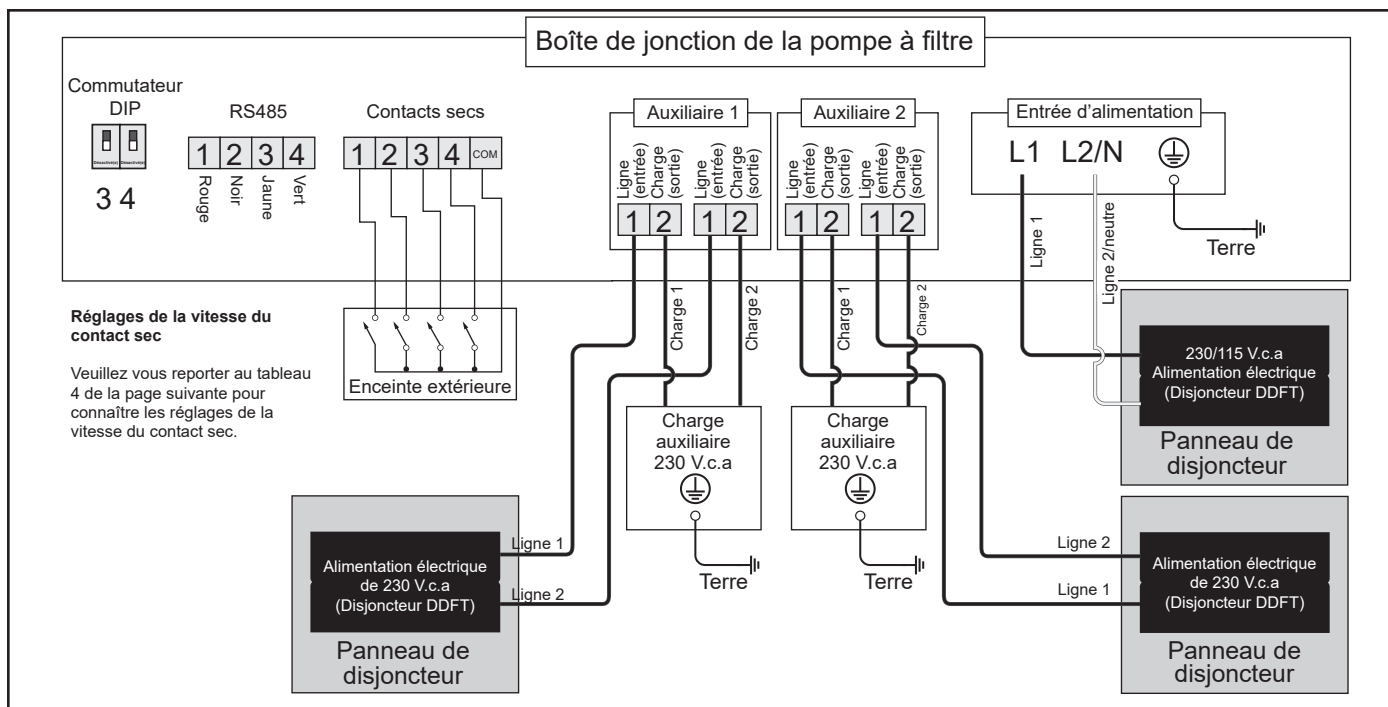

Figure 12. Schéma de câblage du relais auxiliaire de 230 V\*
**REMARQUE :** L'alimentation électrique seule ne suffit pas pour faire fonctionner la pompe. Elle nécessite une commande numérique qui lui est envoyée par un contrôleur de vitesse variable (SpeedSet, JEP-R ou iQPUMP01), un système d'automatisation ou l'utilisation des contacts secs (se reporter aux figures 8-9 pour les illustrations de schéma RS485 d'un contrôleur local ou d'un système d'automatisation. Se reporter à la Figure 12 et 13 pour les illustrations de câblage à contacts secs).
Lorsqu'un contrôleur Zodiac est connecté via RS-485, toutes les commandes de contact sec seront ignorées. Se reporter aux figures 12 et 13 pour le câblage du contact sec. Se reporter au tableau 5 pour les paramètres de la vitesse du contact sec.